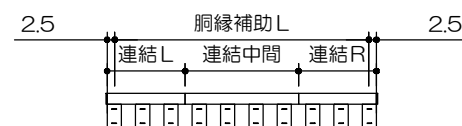

図10. 本体セットの取付(連結仕様)
- 本体セットを連結する仕様の場合は、胴縁補助との左右両端のクリアランスを均等にして取付けてください（図10）。